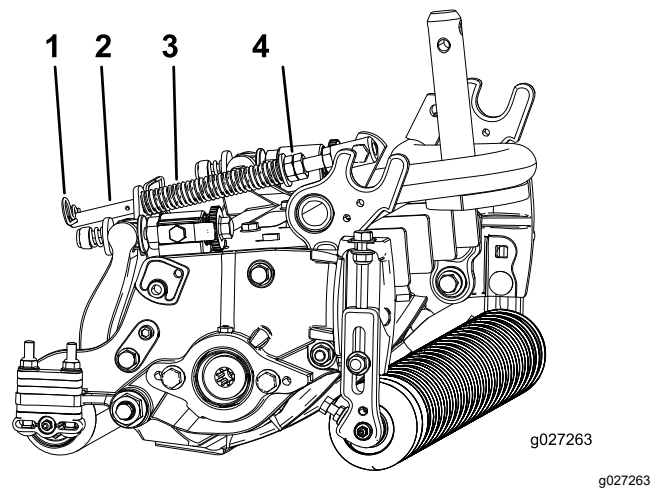

Bild 14
2. Ziehen Sie die Sechskantmuttern vorne an der Federstange an, bis die komprimierte Länge der Feder 12,7 cm beträgt, siehe **Bild 14**.
1. Stellen Sie sicher, dass der Splint in das hintere Loch in der Federstange eingesetzt ist (**Bild 14**).